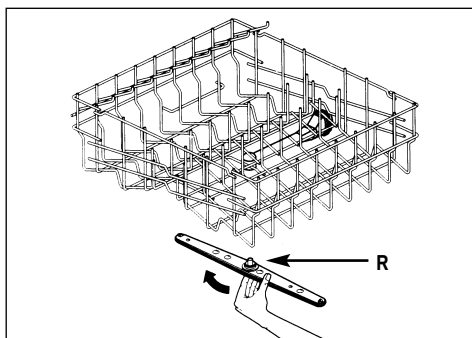

Abb. 14
- Den oberen Sprüharm durch Lösen der Sicherung (R) (siehe Abb. 14) herausnehmen.